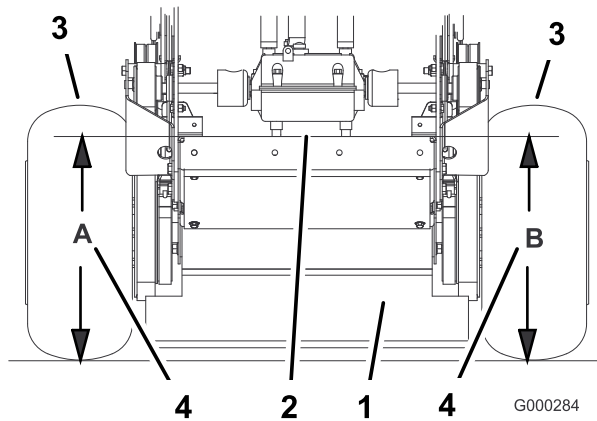

Bild 53
4. Messen Sie die Höhe des Motorchassis an Stelle **A** (Bild 53).
5. Messen Sie die Höhe des Motorchassis an Stelle **B** (Bild 53).